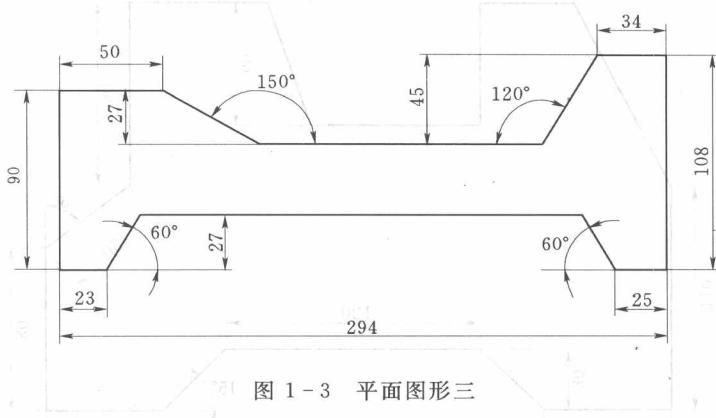

图 1-3 平面图形三
实训任务三：绘制图 1-3 所示平面图形。
- (1) 启用“直线”命令完成绘图，最好不用作图辅助线，需反复训练，达到熟练作图，绘图时间不超过 10 分钟。
- (2) 按图 1-3 所示样式进行尺寸标注，熟练标注时间不超过 5 分钟。